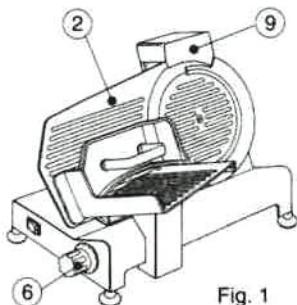
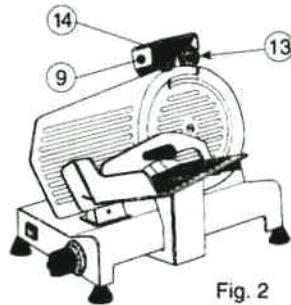

Fig. 1
Fig. 2
- Расположите оборудование как показано на рис.1 (для мод.22-25-275-G/A)
- Установите подвижную головку корпуса на максимальное расстояние от лезвия при помощи градуированной ручки (6)
- Установите группу заточки на подвижную головку корпуса, как показано на рис.2, заблокируя ее при помощи ручки